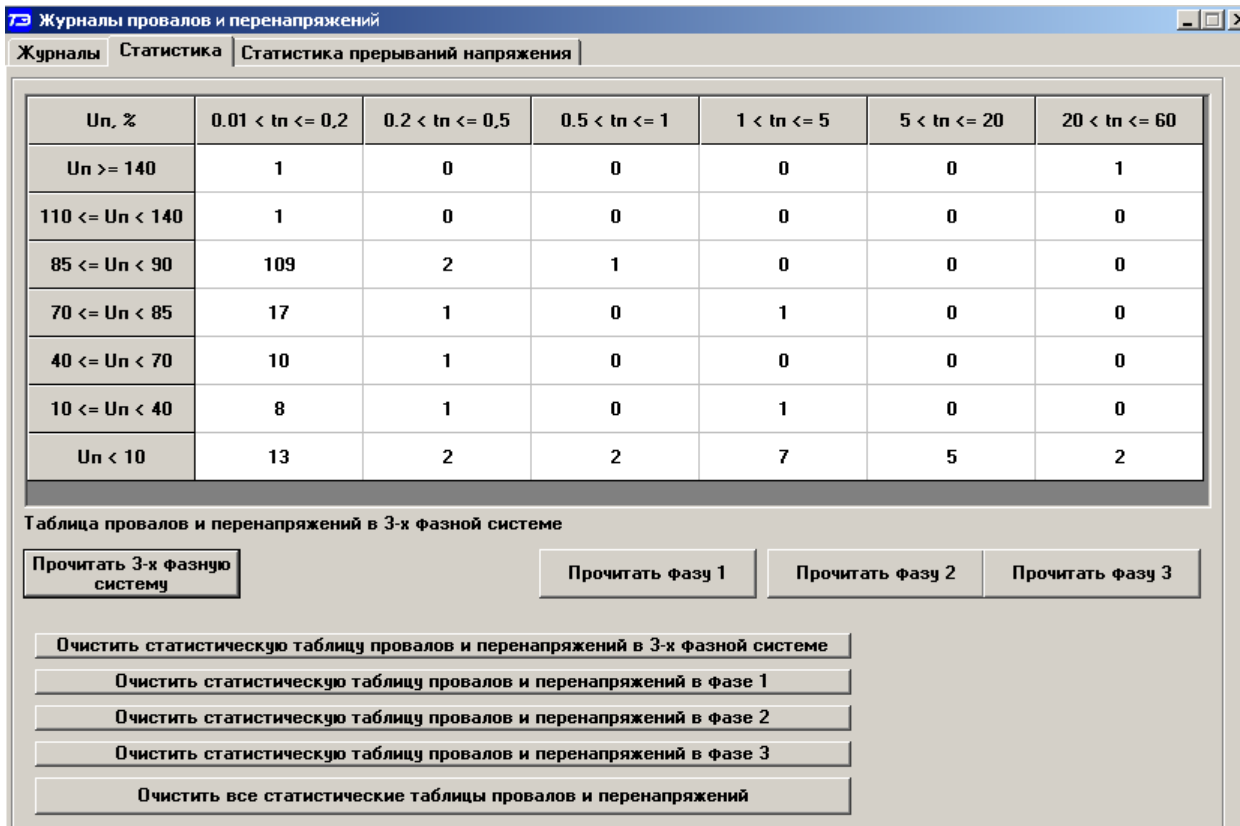

Рисунок 56 – Форма «Журналы провалов и перенапряжений», вкладка «Статистика»
4.24.4.3 Таблицы ведутся для каждой фазы сети и трехфазной системы. Чтение любой таблицы производится нажатием соответствующей кнопки, расположенной на поле формы (рисунок 56). В таблицах фиксируется число событий, связанных с провалами или перенапряжениями, объединенных в группы по длительности и величине, начиная с момента очистки соответствующей таблицы.
4.24.4.4 Каждая таблица может быть очищена путем нажатия соответствующей кнопки на поле формы (рисунок 56). Факт и время очистки статистических таблиц фиксируется в журналах очистки статистических таблиц, как описано в п. 4.24.3.8. Очистка таблиц производится с первым уровнем доступа.